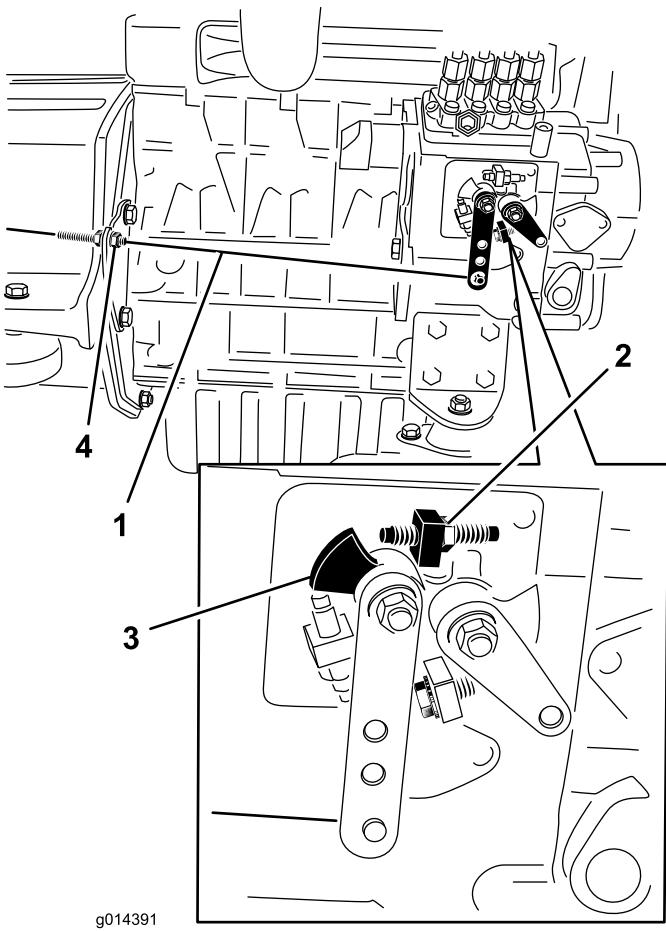

Рисунок 35
- Проверьте положение рычага переключения скоростного диапазона на топливном насосе. Когда рычаг дроссельной заслонки находится в положении FAST (фиксированном), рычаг переключения скоростного диапазона должен касаться винта высоких оборотов (Рисунок 35).
3. При необходимости положение зажимных гаек тросика дроссельной заслонки можно отрегулировать так, чтобы рычаг переключения скоростного диапазона касался винта высоких оборотов, когда рычаг дроссельной заслонки находится в положении FAST (фиксированном) (Рисунок 35). **Не регулируйте винт высоких оборотов на рычаге управления скоростью.**